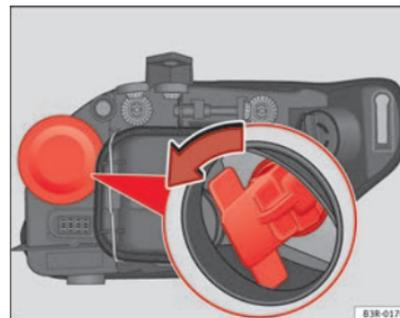

Fig. 207 Lámpara luz intermitente
- Extraiga el portalámparas asíéndolo por la empuñadura y girando en el sentido contrario de las agujas del reloj ⇒ fig. 207.